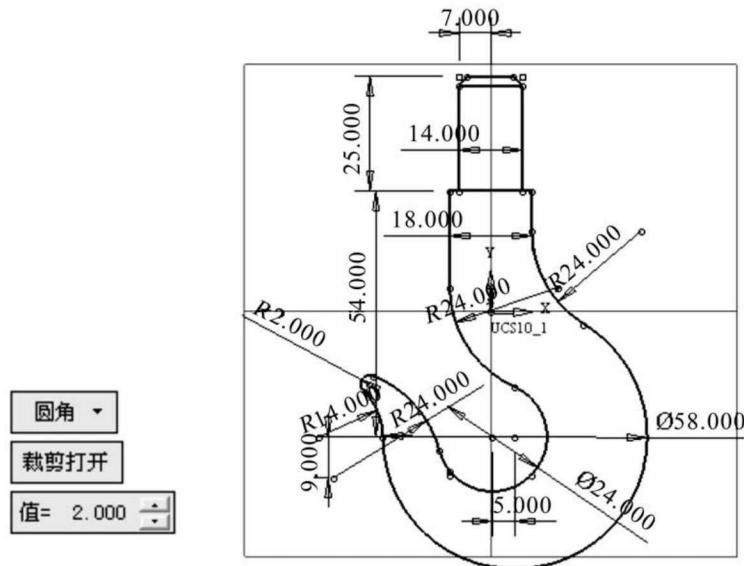

图 1-4 吊钩完整草图
(3)点选“草图”工具条中的“圆角过渡”按钮 \square ,选择“圆角”“裁剪打开”,并在“值”中输入 2,然后选择两段圆弧完成倒圆角操作。最后在吊钩的上部进行倒角处理,点选“圆角过渡”图标按钮 \square ,选择“斜角”“裁剪打开”,并在“值”中输入 2,完成斜角操作;点选“直线”按钮 \square ,将斜角的两点连接起来,最后完成如图 1-4 所示的草绘。